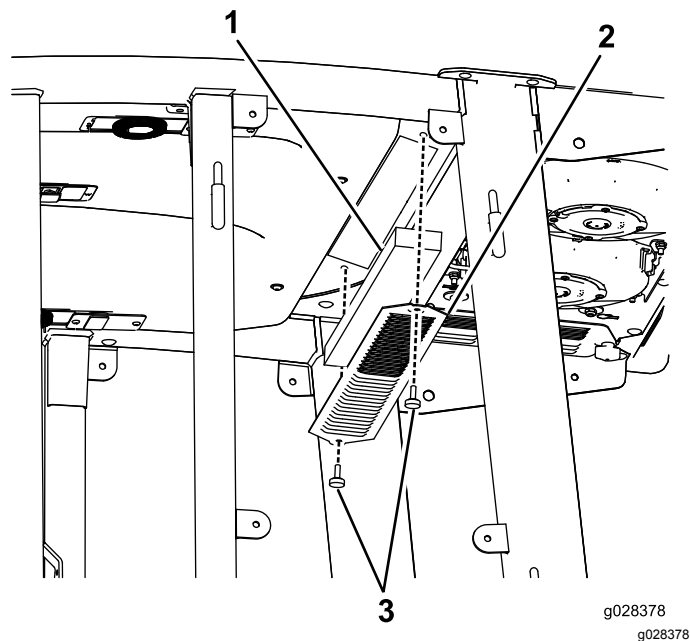
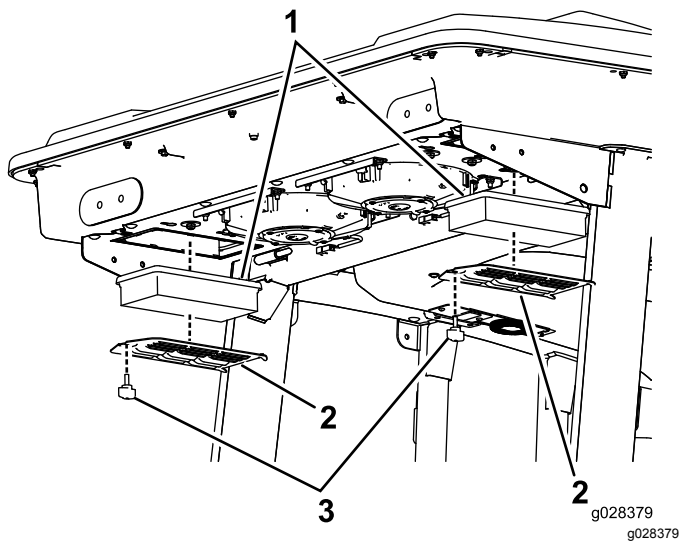
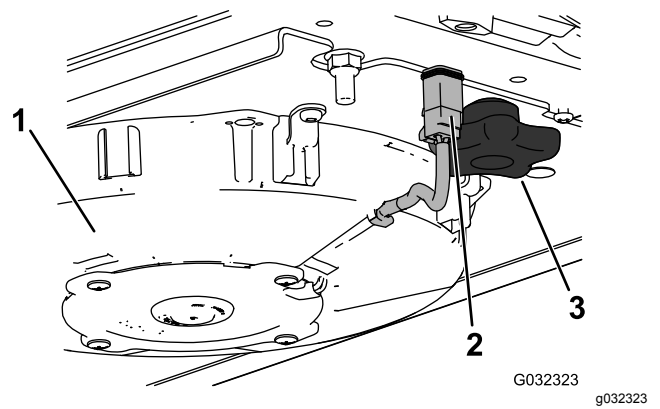
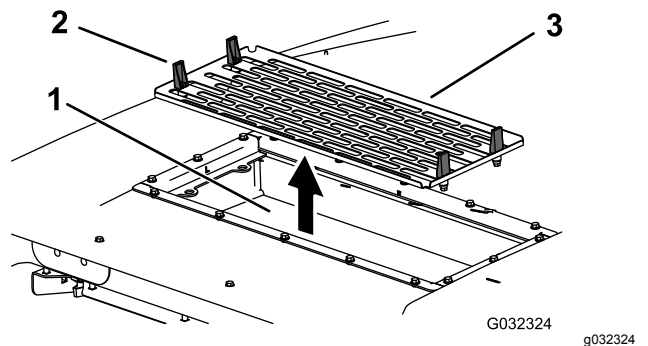

Figura 113
Figura 114
Figura 115
Figura 116
1. Remova os parafusos e as grelhas dos filtros de ar interior e traseiro da cabina (Figura 113 e Figura 114).
5. Retire os filtros de ar (Figura 114).
7. Instale os filtros de ar, painel e conjunto da ventoinha (Figura 114, Figura 115 e Figura 116).
8. Ligue o fio de cada uma das ventoinhas (Figura 115).